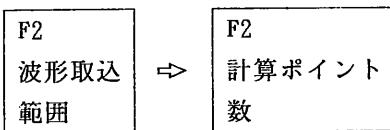

図7.2.9 FFT条件手動設定モードの選択方法
- ① [FFT条件の設定] 機能キー[FFT]を1回押します。図7.2.9に示す選択メニューがメニューエリアに表示されます。